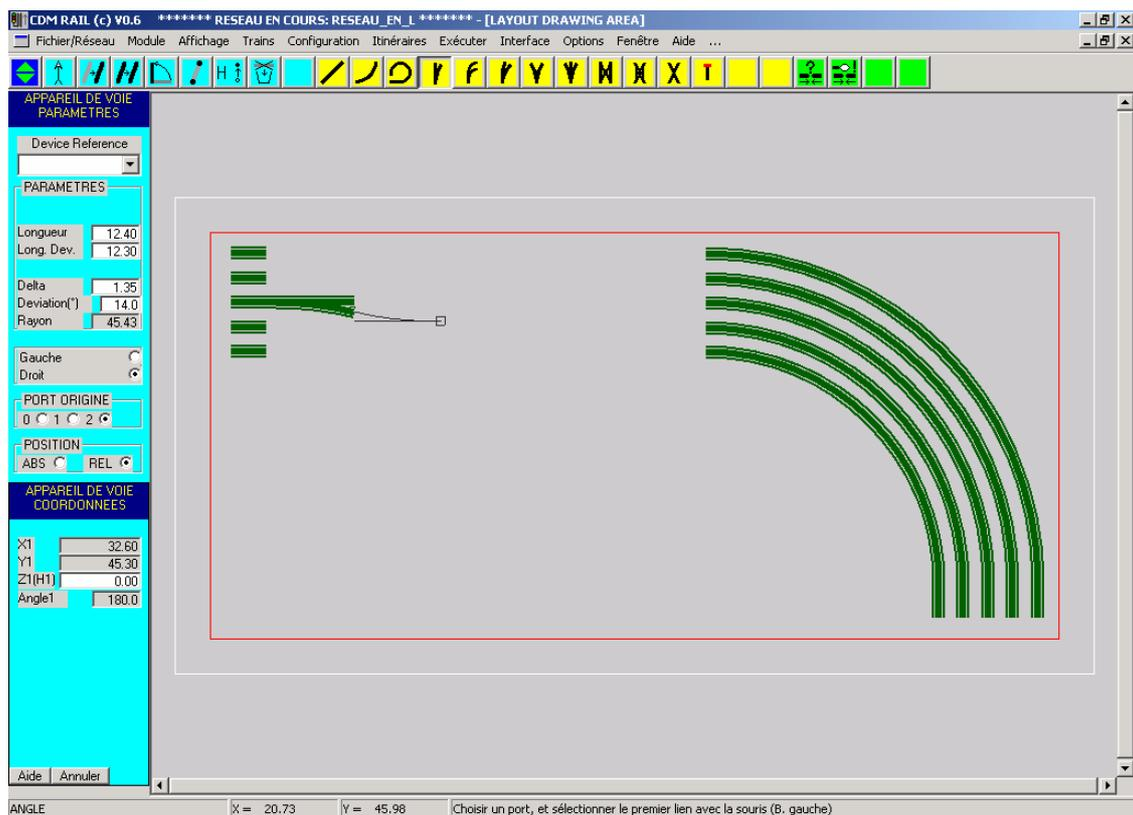

Figure MM-4-5 Raccordement d'aiguillage en mode relatif: définition du premier port.
- **Ajout du deuxième aiguillage: mode RELatif:** voir figure MM-4-5.